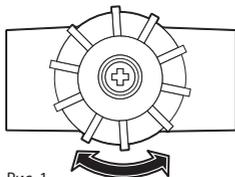

Рис. 1
Отрегулировать длину несущей ленты по размеру головы путём вращения регулировочной ручки (рис. 1).
Рис. 1а
Рис. 1б
3. Для замены снимите имеющийся адаптер с кронштейна щитка, начиная с правой стороны. Отогните конец кронштейна указательным пальцем левой руки, после необходимо большим пальцем правой руки выдвинуть адаптер движением вперед (см. рис. 1). Аналогичную операцию повторите с левой стороны щитка.